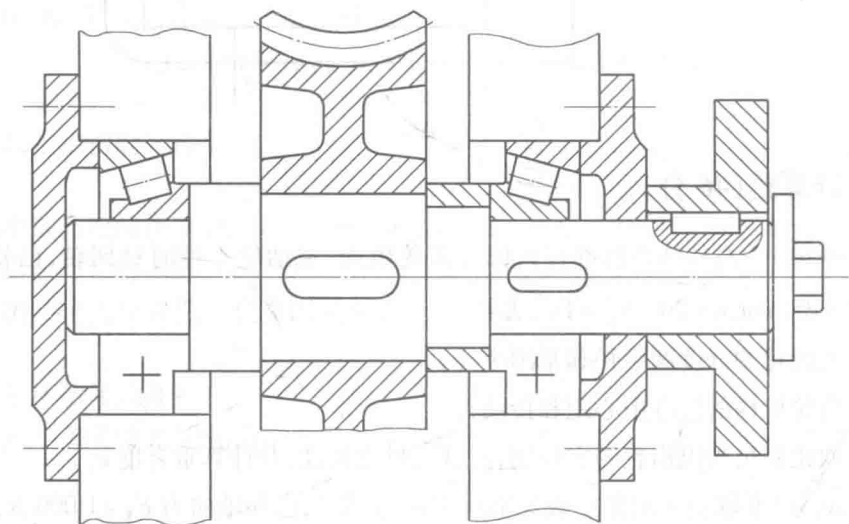

图 7
1. 图 7 所示为某蜗杆减速器中蜗轮轴系装配方案图,其中蜗轮用油润滑,轴承用脂润滑。为保证轴上零件得到正确的定位和固定,方便装拆,并且有良好的润滑与密封,试分别用序号①、②、…指出图中结构错误,并说明错误原因。